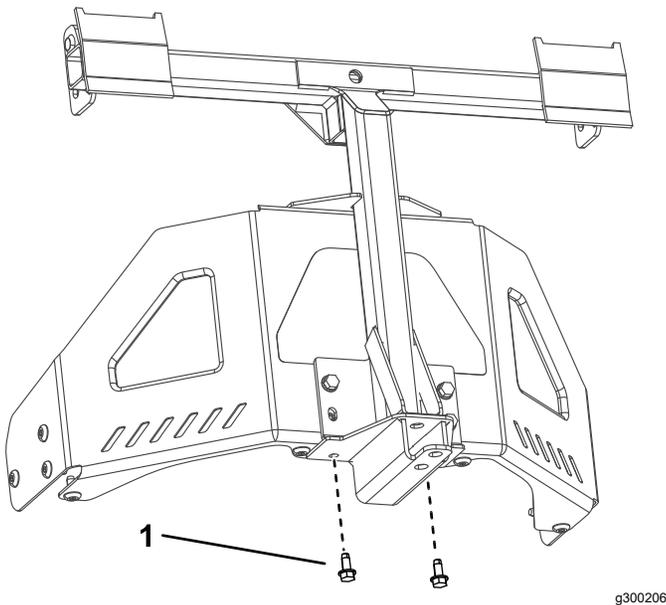

**Figura 8**
2. Montate il telaio del perno sulla macchina come illustrato nella Figura 8. Fissate il telaio del